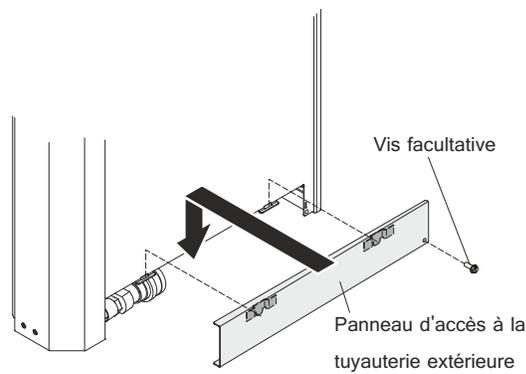

Figure 14. Installation du panneau d'accès à la tuyauterie extérieure
- c. (Facultatif) Fixez le panneau d'accès à la tuyauterie extérieure à l'échangeur de chaleur à l'aide d'une vis M4 (voir figure 14).